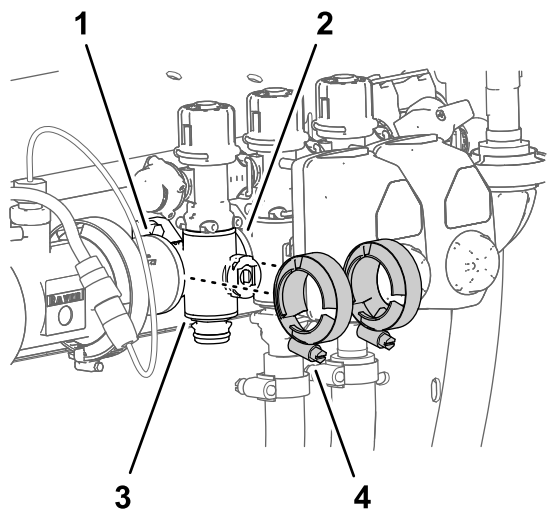

Рисунок 107
- Снимите 2 фланцевых хомута, которые крепят коллекторный клапан секции к фланцам соседних компонентов (Рисунок 107).